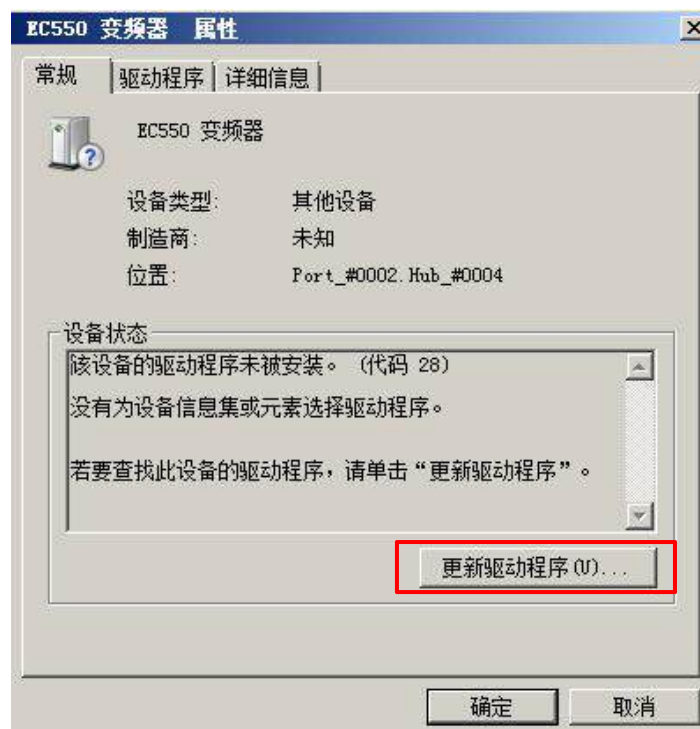

图 4-2-3. 驱动程序属性
- ③ 通过上述操作可以出现图 4-2-3，选择【更新驱动程序】